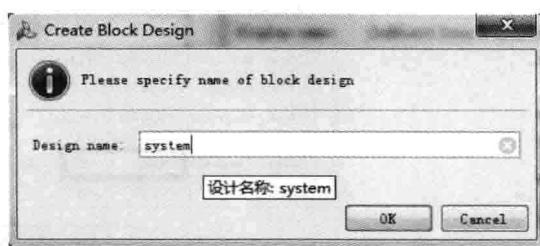

图 4.6 输入设计块的名字
(2) 如图 4.6 所示,出现 Create Block Design 对话框界面。在该界面内,输入该设计块的名字: System。